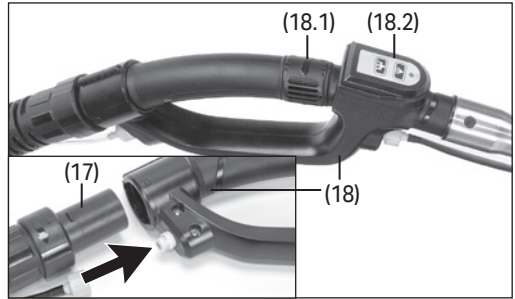

Fig. 7
8.1 Setting Up (Fig. 7 & Fig. 8)